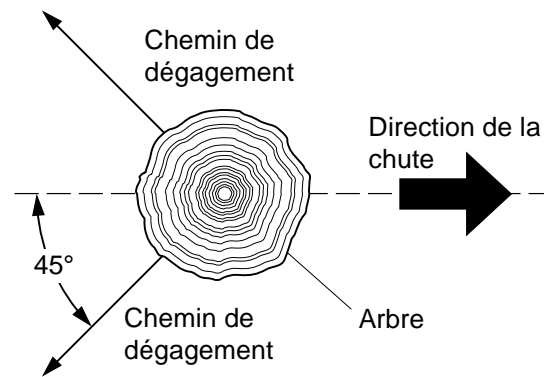

Figure 8 - Chemin de dégagement pour s'éloigner de l'arbre
3. Avant d'abattre un arbre, prévoir un chemin de dégagement et le dégager. Le prévoir à l'opposé de la direction de chute de l'arbre et à un angle de 45°. (Voir la figure 8.)